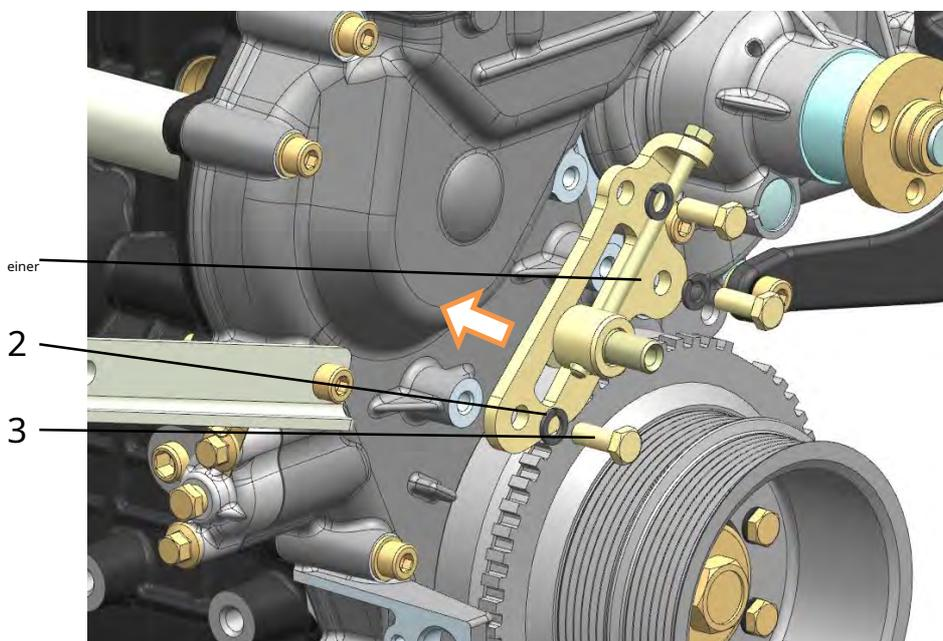

Abb. 167. Montage der Antriebsriemen-Umlenkrollenhalterung Wasserpumpe und Generator:
**Sechszehn.** An der Kettenabdeckungshalterung 2 (Abb. 167) der Spannrolle montieren Antriebsriemen von Wasserpumpe und Generator und sichern Sie diese durch Anziehen der Schrauben 3 mit Federscheiben 2 mit einem Drehmoment von 11,8 ... 17,6 N N m (1,2 ... 1,8 kgf · m).